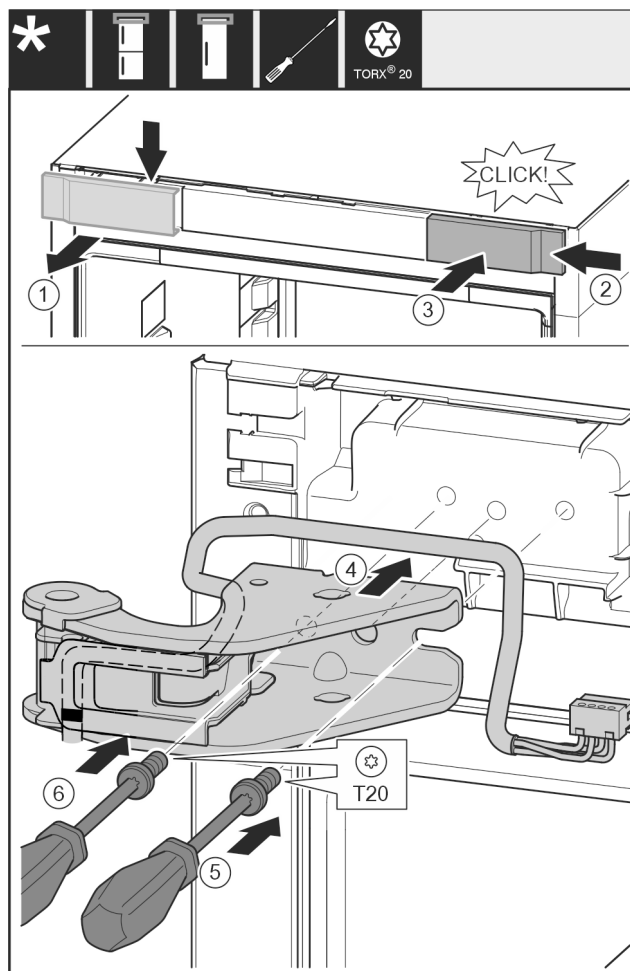

Fig. 32
- ▶ Odeberte kryt shora dopředu. Fig. 32 (1)
- ▶ Kryt otočený o 180° zavěste na druhé straně zprava. Fig. 32 (2)
- ▶ Zaklapněte kryt. Fig. 32 (3)
- ▶ Nasadte horní stojan ložiska. Fig. 32 (4)
- ▶ Šroubovákem T20 nasadte šroub a utáhněte. Fig. 32 (5)
- ▶ Šroubovákem T20 vložte šroub a utáhněte. Fig. 32 (6)